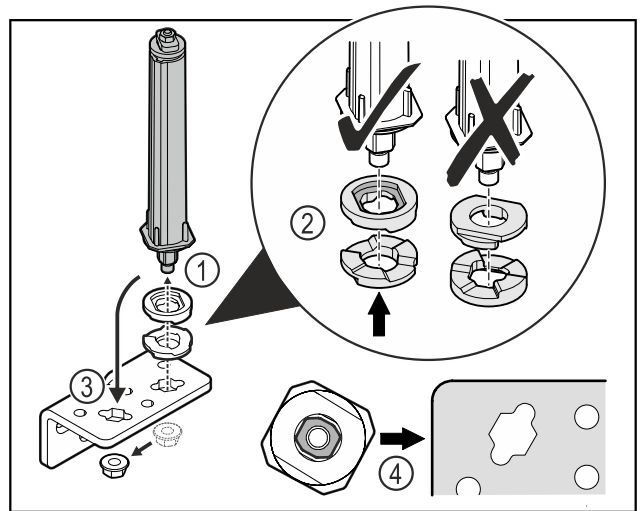

Fig. 51
- ▶ Moer losdraaien en deursluitsysteem verwijderen Fig. 51 (1).
- ▶ De correcte uitlijning van de hoogte-instelschijven in acht nemen Fig. 51 (2).
- ▶ Deursluitsysteem in de scharnierhoek verplaatsen en met de moer vastzetten Fig. 51 (3).
- ▶ Bij het plaatsen de correcte uitlijning van het deursluitsysteem in acht nemen Fig. 51 (4).